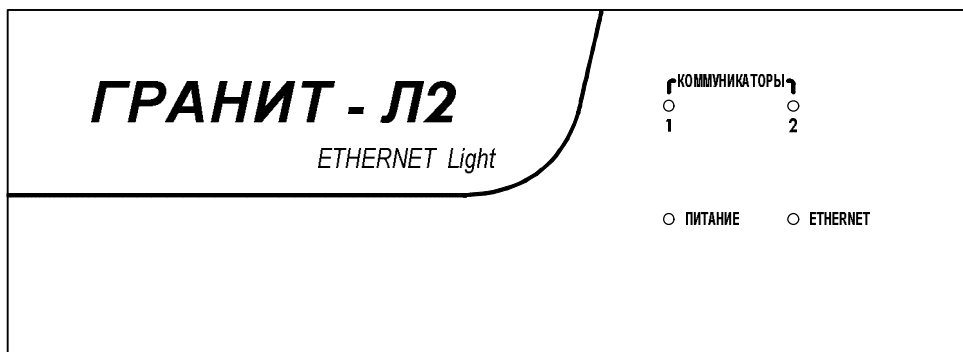

Рис. 7 Внешний вид панели индикации
3.4 На панель индикации прибора выведены светодиодные индикаторы «ПИТАНИЕ», «ETHERNET», «КОММУНИКАТОРЫ» «1» и «2» (рис.7).